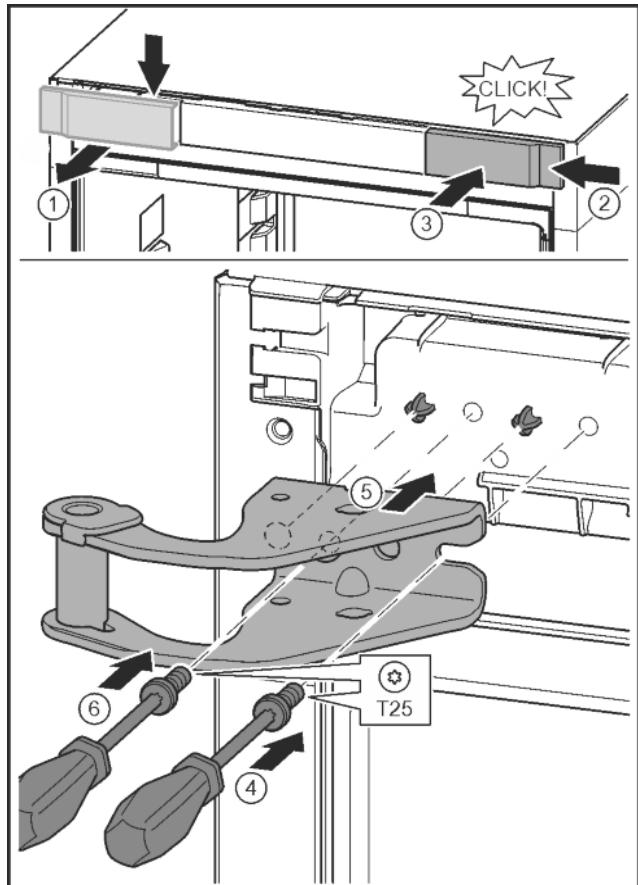

Fig. 14
- Kryt uvolněte a sejměte do strany. Fig. 14 (1)
- Kryt otočený o 180° zavěste na druhé straně zprava. Fig. 14 (2)
- Zaklapněte kryt. Fig. 14 (3)
- Šroubovákem T25 nasadte šrouby. Fig. 14 (4)
- Nasadte horní stojan ložiska. Fig. 14 (5)
- Utáhněte šroub. Fig. 14 (4)
- Šroubovákem T25 vložte šroub a utáhněte. Fig. 14 (6)